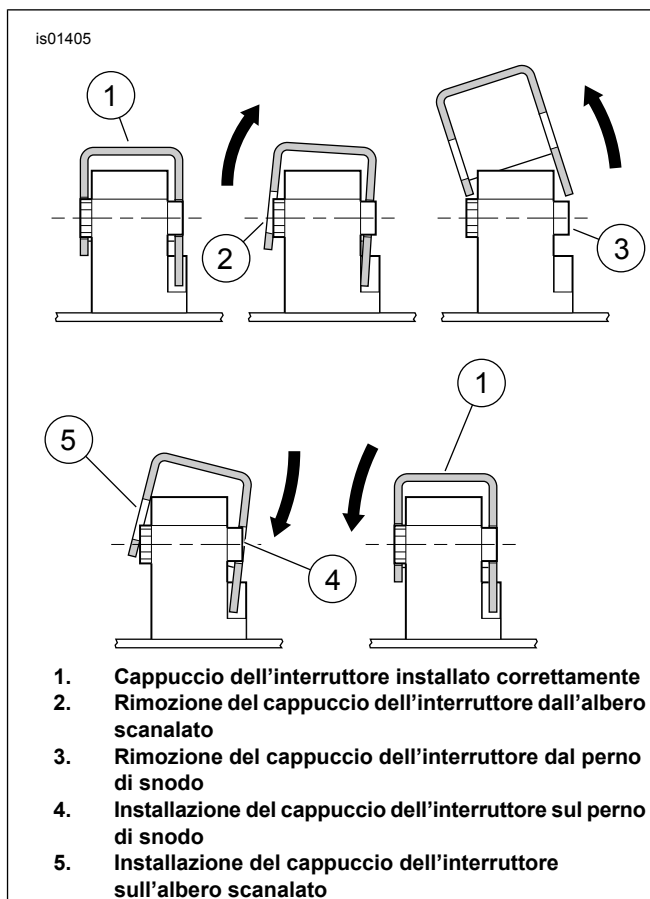
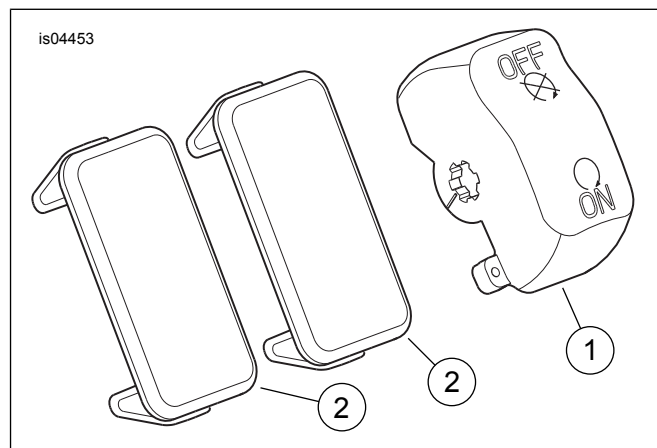

Figura 3. Rimozione e sostituzione del cappuccio dell'interruttore
Figura 5. Parti di ricambio, kit cappuccio dell'interruttore di accensione/spegnimento
Vedere Figura 5 e Tabella 1.
3. **TUTTI i casi:** Vedere Figura 3. Presentare l'interruttore con la scritta "OFF" (spento) sulla destra. Fare leva con cautela per sollevare il cappuccio nero dell'interruttore dall'albero scanalato dell'attuatore (2) sul lato superiore dell'interruttore.
4. Facendo leva, sollevare il cappuccio per staccarlo dal perno di snodo (3) sul lato inferiore dell'interruttore e rimuoverlo.
5. Vedere Figura 5. Selezionare dal kit il cappuccio cromato di ricambio dell'interruttore.
6. Vedere Figura 3. Collocare il cappuccio cromato sull'interruttore, presentando il foro sul lato inferiore sul perno di snodo (4) sull'interruttore.
7. Premere attentamente il cappuccio cromato dell'interruttore sull'albero scanalato dell'attuatore (5), facendolo oscillare e muovendolo finché l'albero non scatti in sede nel foro scanalato.